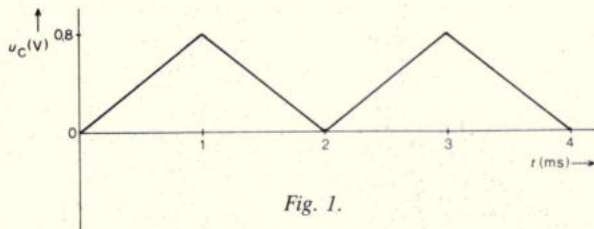
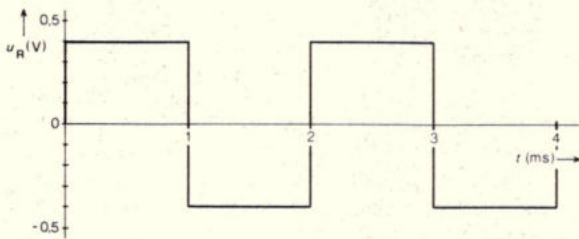

Fig. 1.
Fig. 2.
1. De serieschakeling van een weerstand  $R$  van  $1000 \Omega$  en een condensator  $C$  van  $0,5 \mu\text{F}$  is aangesloten op een stroombron. De spanning over de condensator is in fig. 1 weergegeven. Teken in fig. 2 de spanning over de weerstand als functie van de tijd.
De waarde van  $R$  is gegeven, nl.  $1000 \Omega$ , terwijl  $i_C$  kan worden gevonden uit fig. 1, nl. als  $C \cdot \Delta u_C / \Delta t$ .
Voor de derde milliseconde vinden we uiteraard weer  $u_R = +0,4 \text{ V}$  en voor de vierde  $u_R = -0,4 \text{ V}$ , zodat fig. 2 kan worden ingevuld.